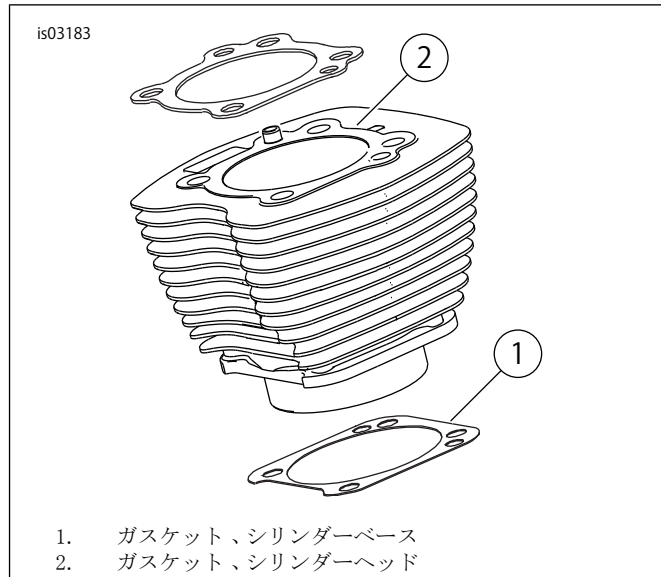

図1。シリンダーガスケット
- ・ 図1を参照します。103.1 mm (4.060 in) シリンダーベースガスケット(1)およびシリンダーヘッドガスケット(2)を使用する際はOリングは不要となります。シリンダーダボまたはシリンダー栓にはOリングを使用しないでください。